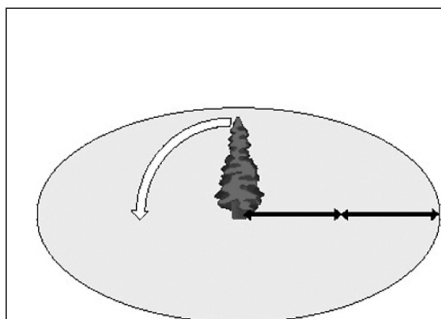

Рис. 6
6. Переведите рукоятку воздушной заслонки в положение «Б» — «Рабочее положение», надавив на нее до упора (рис. 6).
Опасная зона: падающие деревья могут сбить и потянуть за собой соседние деревья. Зона опасности составляет двойную высоту дерева, подлежащего пилению (рис. 6).